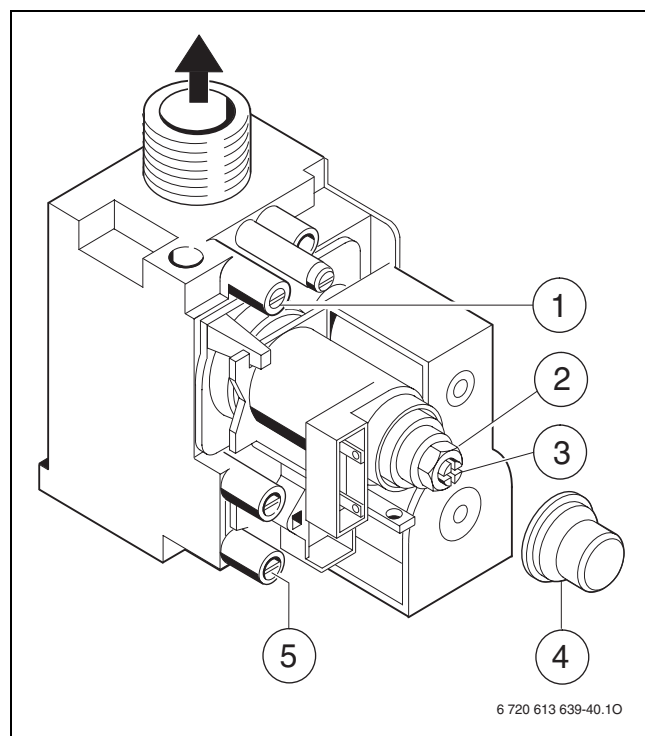

Fig. 38
- Allentare la vite di tenuta sul raccordo di misurazione per la pressione ugelli (1) e collegare il manometro gas (→ fig. 38).
- Rimuovere la copertura (4).
- Per la pressione ugelli indicata come «max» ricavare il valore dalla tabella pag. 61. Per quanto riguarda la pressione ugelli, impostare la quantità max di gas (2) tramite la vite di regolazione. La rotazione a destra corrisponde a più gas, la rotazione a sinistra a meno gas.